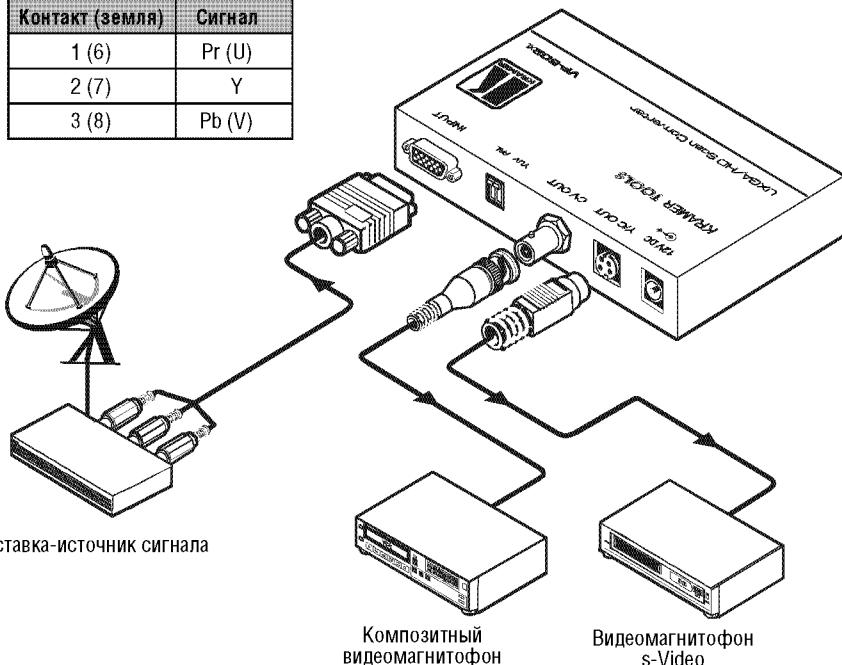

Рис. 4. Подключение VP-502xI к источнику HD
Пример подключения источников и приемника сигнала к **VP-502xI** показан на рис. 4. Для подключения выполните следующее¹:
1. Подключить источник компонентного сигнала высокого разрешения (YUV, Y/Pb/Pr — вроде телевизионной приставки)² к разъему HD15F INPUT — например, кабелем Kramer C-GM/3RVF либо изготовленным самостоятельно кабелем-переходником (схема распайки см. на рис. 4).
² Для подключения источника сигнала высокого разрешения используется кабель Kramer C-GM/3RVF или аналогичный. Если у Вас имеется кабель VGA на 5BNC, используйте только линии RGB. Для разводки один-к-одному используйте данные из таблицы на рис. 4.